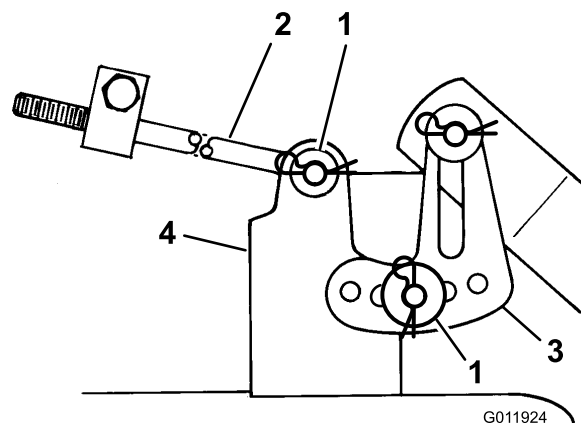

Figure 20
10. Enlevez la goupille fendue et la rondelle de l'extrémité de la longue tige (Figure 20) et glissez la tige hors du support du plateau.
11. Enlevez la goupille fendue et la rondelle de la patte de mise à niveau du plateau de coupe (Figure 20). Dégagez la patte du tenon de montage. et remettez la rondelle et la goupille fendue en place pour ne pas les perdre.